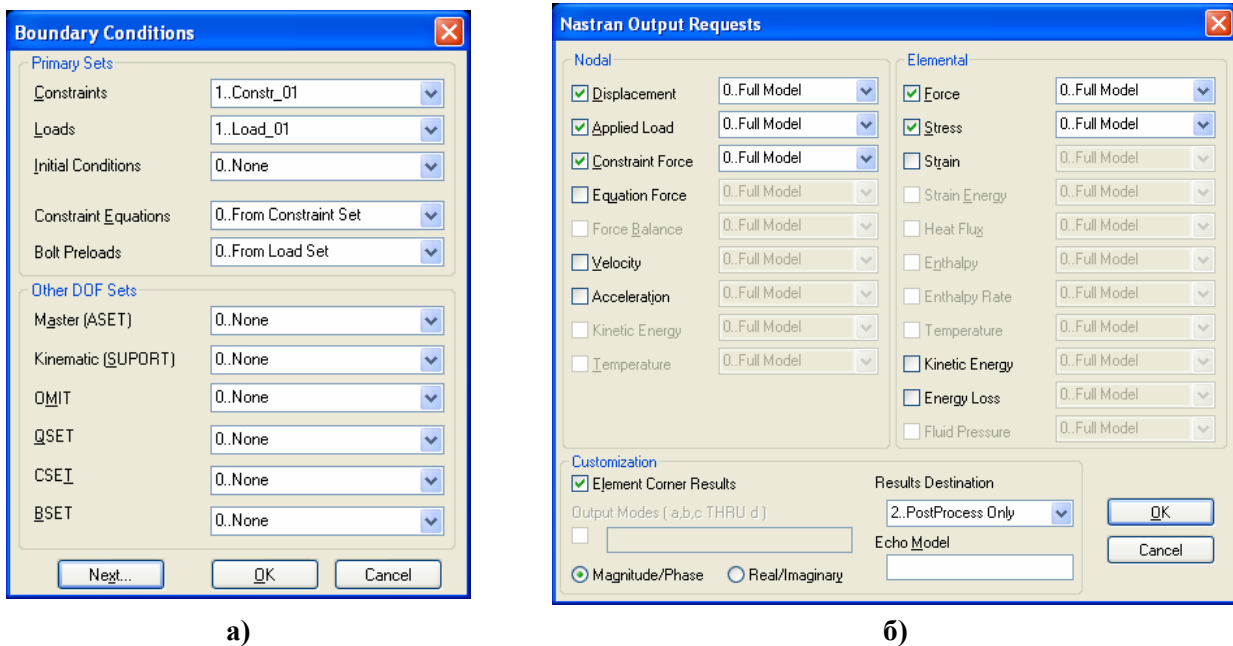

Рис.4.19. Диалоговые панели назначения наборов: а) – граничных условий; б) – результатов
в секции „Nodal” для „Applied Load” на панели „NASTRAN Output Requests” (см. рис.4.19-б), а также для инерционных или единичных сил (динамический анализ). Эти данные значительно улучшат результаты модального динамического анализа отклика (modal dynamic response analysis). Если тело – не закреплено, то для получения этих данных (**Applied Load**) необходимо подключить набор „SUPPORT” (см. табл.4.5 и Раздел 4.2.10).
Подраздел „**Boundary Conditions**” (граничные условия) раздела „**Master Requests and Conditions**” настраивается с помощью диалоговой панели „**Boundary Conditions**” (см. рис.4.19-а). На ней в секции „**Primary Sets**” выбираются основные наборы нагрузок (**Loads**), закреплений (**Constraints**), начальных условий (**Initial Conditions**), уравнений связей (**Constraints Equations**) и предварительной нагрузки болтов (**Bolt Preloads**).
- „**ASET**” (от **Analysis Set**) – для списка базовых степеней свободы из множества „**A**”, на основе которых по методу Гайана будет строиться решение в виде разложения по этим степеням. В этот список не должны входить степени свободы из списка, что подключается к задаче на диалоговой панели рис.4.19-а. Все свободные степени свободы, не включаемые в „**A**”, считаются членами множества „**O**” (см. Таблицу 4.5);
Последняя диалоговая панель – „**Nastran Output Requests**” (см. рис.4.19-б). На ней указываются наборы для результатов анализа, который нужно создать для узлов (**Nodal**) и элементов (**Elemental**). Здесь можно указать „**0..Full Model**” (полная модель) или выбрать заранее созданную группу (узлов или КЭ). В секции „**Customization**” опцией „**Element Corner Result**” можно указать, что результаты расчета нужно выводить только в узлах КЭС. Для частотного анализа можно установить опцию „**Output Modes (a,b,c THRU d)**” и указать нужные моды по указанному шаблону, а также изменить вариант вывода результатов: „**Magnitude/Phase**” (амплитуда/фаза) или „**Real/Imaginary**” (действительная/мнимая). В списке „**Results Destination**” можно выбрать вариант вывода данных (**0..Default**, **1..Print Only**